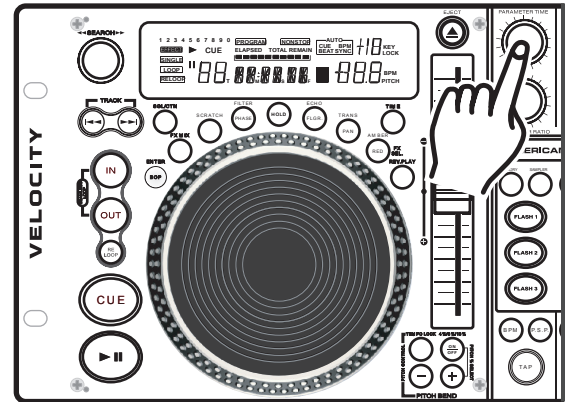

Figura 57
Parámetros predeterminados por el usuario: Para guardar un parámetro predeterminado por el usuario, asegúrese de que los bancos PSP lean 0 en el visor LCD (16). Active la función HOLD (18) y seleccione el efecto deseado. Para ingresar en los menús de parámetros a fin de seleccionar alguno de los efectos, pulse o gire alguna de las dos perillas de parámetros (PARAMETER KNOBS) (13 Ó 14), como se muestra en la figura 57. Ya seleccionado el modo del parámetro, el visor de tiempo (16) cambiará indicando el parámetro que se está ajustando. Todos los efectos -salvo el pan- presentan dos parámetros ajustables: TIEMPO DE PARÁMETRO (13) y RELACIÓN DE PARÁMETRO (14). Utilice las perillas correspondientes para modificar estos efectos según su preferencia.
Todos los efectos presentan parámetros ajustables. Los parámetros cambian la forma en que reaccionan los efectos. Para ingresar en los menús de parámetros a fin de seleccionar alguno de los efectos, pulse o gire alguna de las dos perillas de parámetros (PARAMETER KNOBS) (13 Ó 14), como se muestra en la figura 57. Ya seleccionado el modo del parámetro, el visor de tiempo (16) cambiará indicando el parámetro que se está ajustando. Todos los efectos -salvo el pan- presentan dos parámetros ajustables: TIEMPO DE PARÁMETRO (13) y RELACIÓN DE PARÁMETRO (14). Utilice las perillas correspondientes para modificar estos efectos según su preferencia.